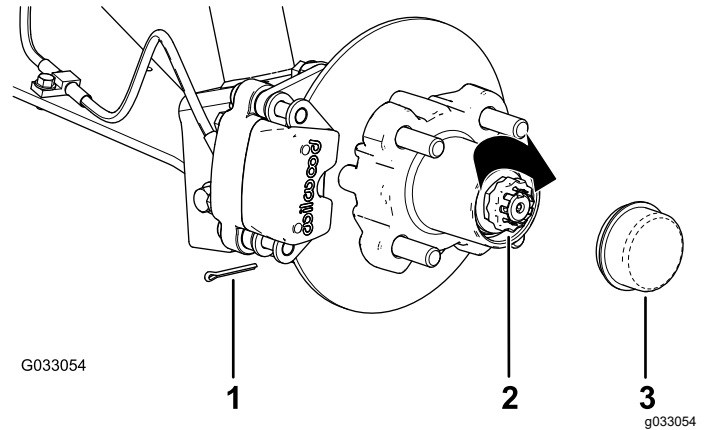

Figura 28
8. Montate il fermo sul dado e controllate l'allineamento della scanalatura sul fermo con il foro del mandrino per la coppia (Figura 28).
9. Montate la coppiglia e piegate ciascuna asticella attorno al fermo (Figura 28).
10. Montate il coperchietto antipolvere sul mozzo (Figura 28).